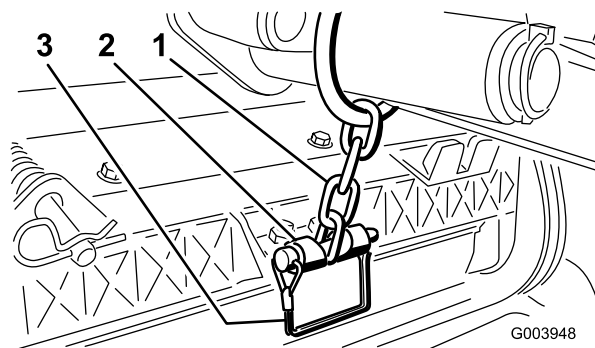

Figura 11
12. Fissate la catena del braccio di sollevamento alla staffa della catena, usando il perno di ritenuta (Figura 11). Utilizzate il numero di maglie della catena riportato nel *Manuale dell'operatore* degli elementi di taglio.